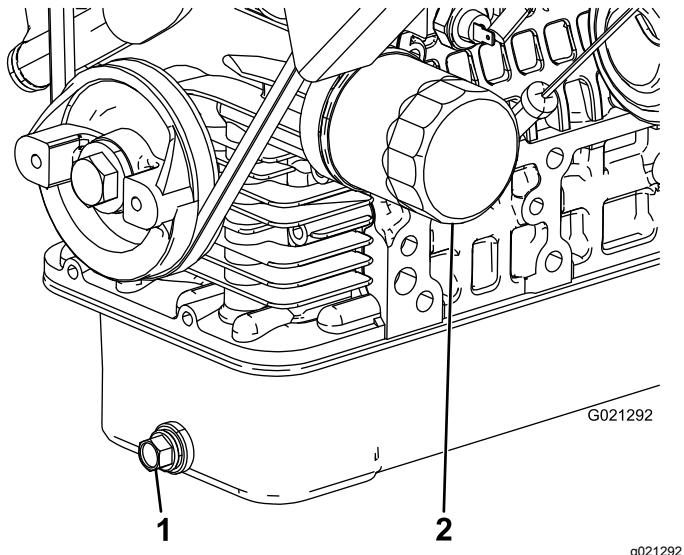

Figura 46
2. Retire o tampão de escoamento e deixe o óleo escorrer para um recipiente adequado (Figura 46).
4. Retire o filtro do óleo (Figura 46).